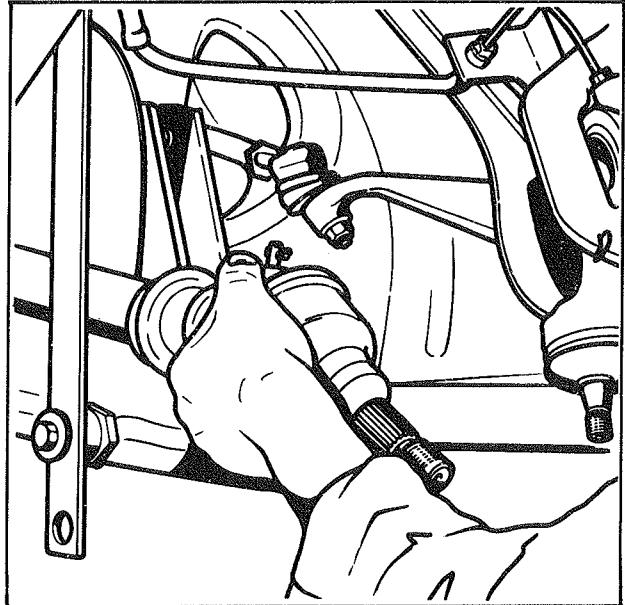

Fig. 2
- Remettre la fusée en place en faisant prendre l'écrou de la rotule inférieure pour sécurité, et dégager l'arbre du pont en tirant vers soi (Fig. 2).